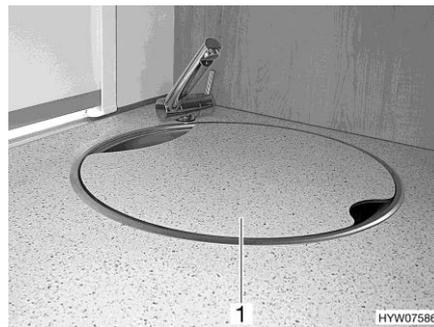

Fig. 8 Couvercle de l'évier (exemple)
- ▶ En cas d'accident ou de freinage d'urgence, les couvercles non fixés de l'évier (Fig. 8,1) et de l'égouttoir peuvent blesser les passagers. Avant chaque départ, enlever les couvercles non fixés et les mettre en sûreté dans le bloc cuisine ou dans la penderie.